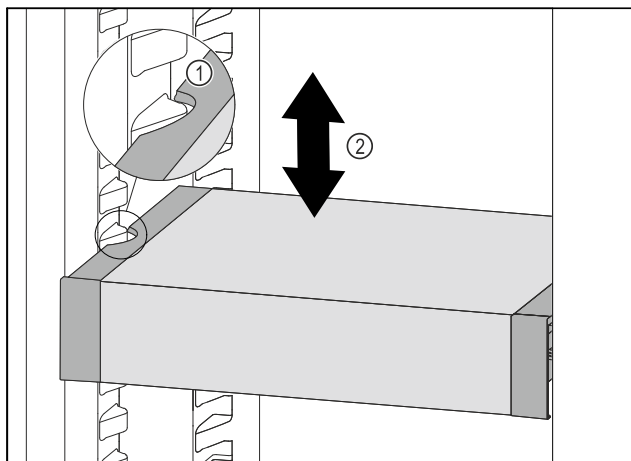

Fig. 73
- ▶ Тяните VarioSafe вперед, пока боковые выемки VarioSafe не окажутся на высоте выступа резервуара в холодильном отделении. Fig. 73 (1)
- ▶ Двигайте VarioSafe в холодильном отделении вверх или вниз, пока не будет достигнута требуемая высота. Fig. 73 (2)